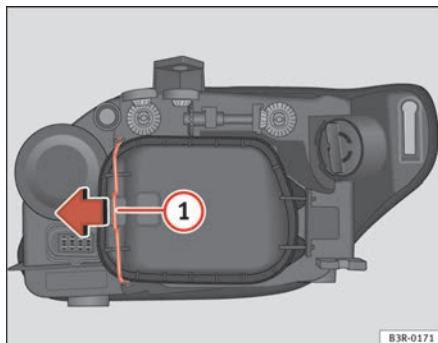

Fig. 208 Luz de presença (lado interior do veículo)
- Desloque o tirante ⇒ fig. 208 ① no sentido da seta e retire a tampa rígida separando primeiro o lado do tirante e retirando depois as duas patilhas da extremidade contrária da tampa.